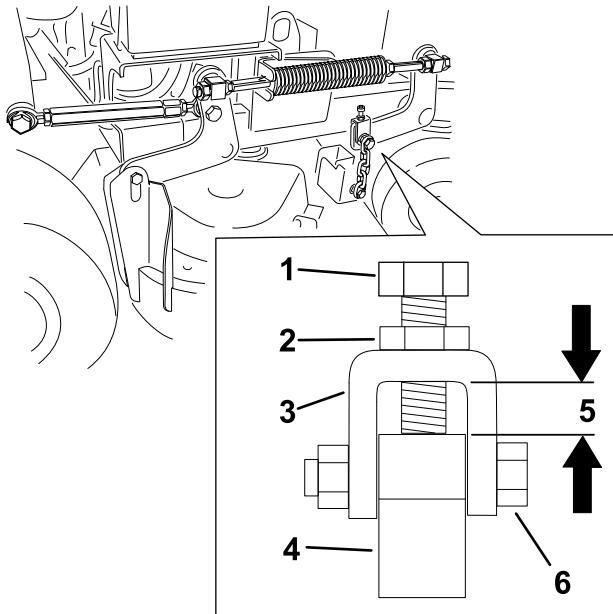

Рисунок 79
- Примечание:** Это расстояние должно быть равно 11 мм, как показано на Рисунок 79.
6. Если требуется регулировка, ослабьте верхний болт цепи (Рисунок 79).
7. Ослабьте контргайку и с помощью регулировочного болта установите правильное расстояние, как показано на (Рисунок 79).